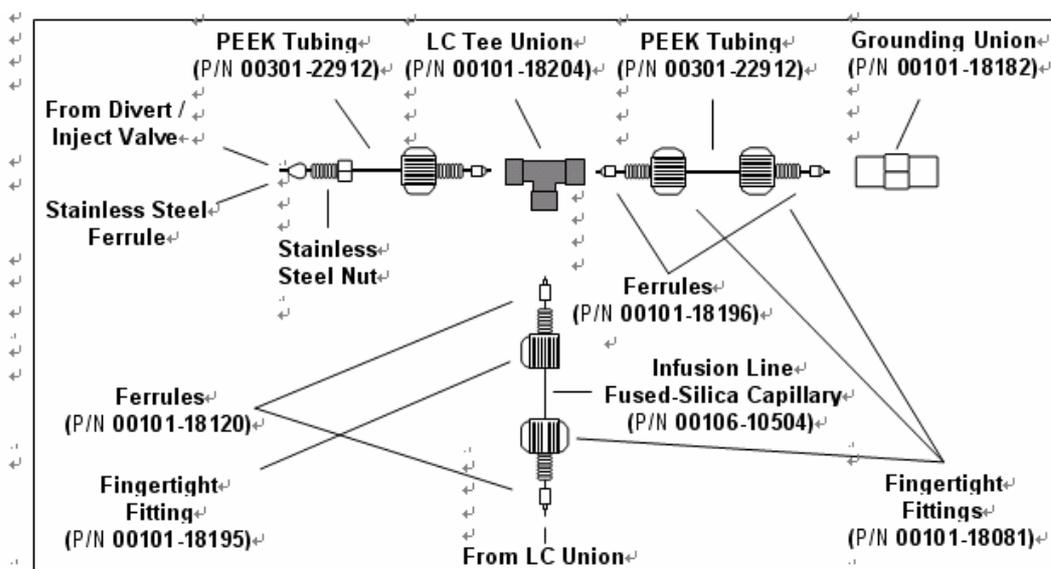

图 7-2. APCI/MS模式的 LC 三通接头的管线连接
4. 用融合石英注射线连接（黑色）LC 三通 和(黑色) LC 三通接头,如下所示。看 图 7-2.
5. 用合适长度的PEEK管连接（黑色）的LC 三通接头和APCI 的 LC 入口（看图7-2）。操作如下：